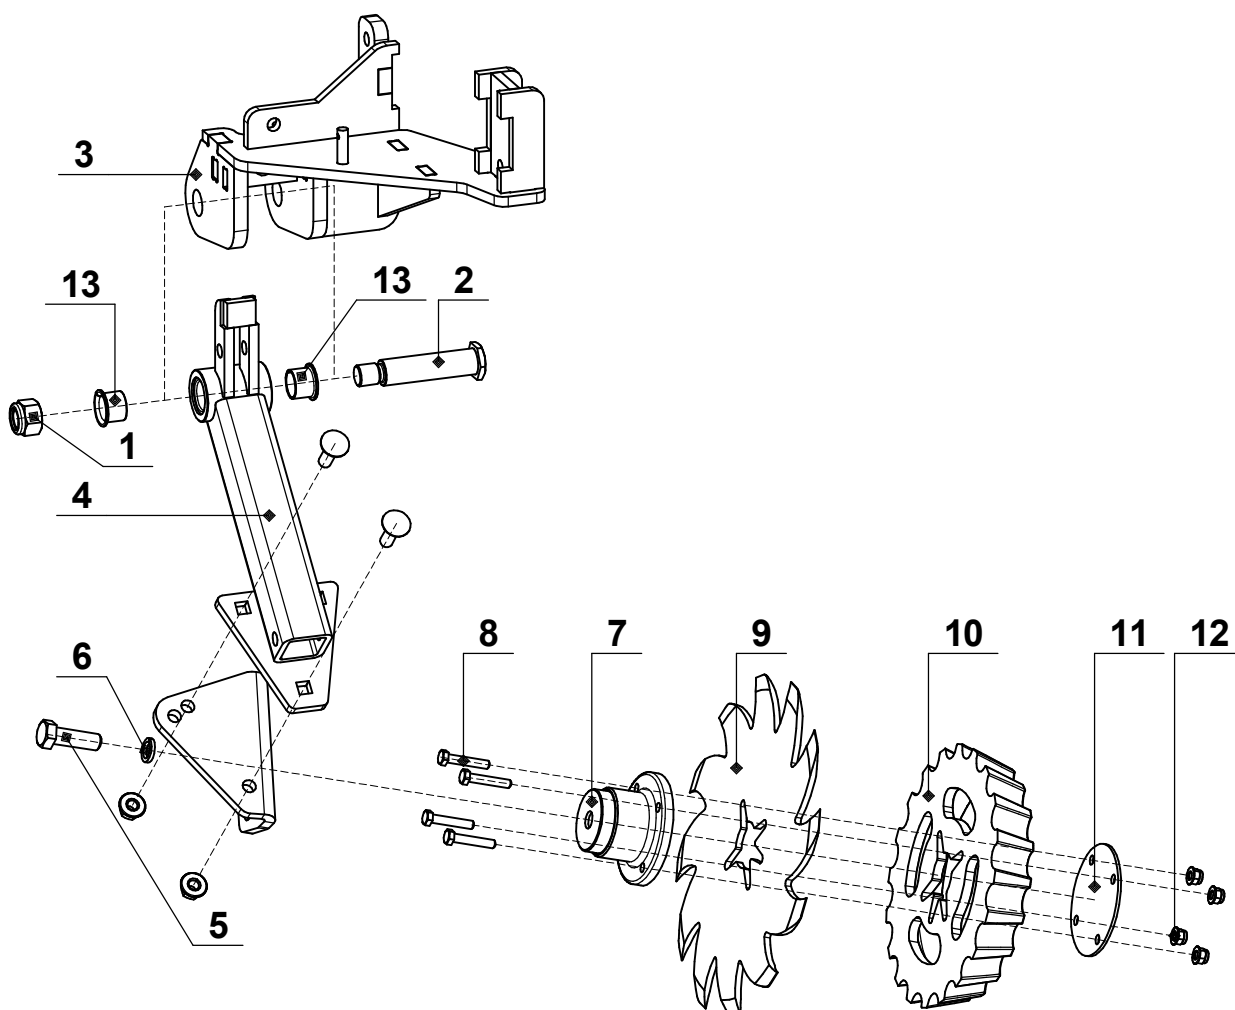

Рис.3.8 - Ремонт узлов зубового очистителя. посевного комплекса FEAT AGRO серии «N-6000» / «N-7000» / «N-8000» / «N-9000» / «N-10500» / «N-12000».
ОСТОРОЖНО! Лезвия зубового ножа (поз.9 рис.3.8) остро заточены. Во избежание порезов надевайте защитную одежду и принимайте меры предосторожности.
1. Выкрутите гайку (поз.1 рис.3.8) и извлеките шарнирный палец (поз.2 рис.3.8) из кронштейна (поз.3 рис.3.8) и снимите рычаг (поз.4 рис.3.8).
2. Проверьте детали палец (поз.2 рис.3.8) и втулки (поз.13 рис.3.8) на отсутствие следов износа и повреждений, при необходимости замените их.
3. Для замены втулок (поз.13 рис.3.8) извлеките их из несущего рычага (поз.4 рис.3.8)
4. Запрессуйте новые втулки (поз.13 рис.3.8) в отверстия рычага (поз.4 рис.3.8) таким образом, чтобы их край был ниже на расстоянии 5мм от внешней поверхности рычага.
5. Установите ранее снятый рычаг (поз.4 рис.3.8) и палец (поз.2 рис.3.8). Затяните крепёжные детали (поз.1 рис.3.8) шарнира согласно таблице 1.8.
ОСТОРОЖНО! Лезвия зубового ножа (**поз.9** рис.3.8) остро заточены. Во избежание порезов надевайте защитную одежду и принимайте меры предосторожности.
6. Для замены диска (**поз.9** рис.3.8), колеса (**поз.10** рис.3.8), выкрутите из ступицы (**поз.7** рис.3.8) крепёжные болты (**поз.8** рис.3.8) и гайки (**поз.12** рис.3.8), а также снимите крышку (**поз.11** рис.3.8).
7. Для замены ступицы (**поз.7** рис.3.8), выкрутите из ступицы (**поз.7** рис.3.8) крепёжный болт (**поз.5** рис.3.8) и шайбу (**поз.6** рис.3.8)
8. Установите ранее снятые детали и крепёжные элементы согласно рис. 3.8. Затяните крепёжные детали согласно таблице 1.8.